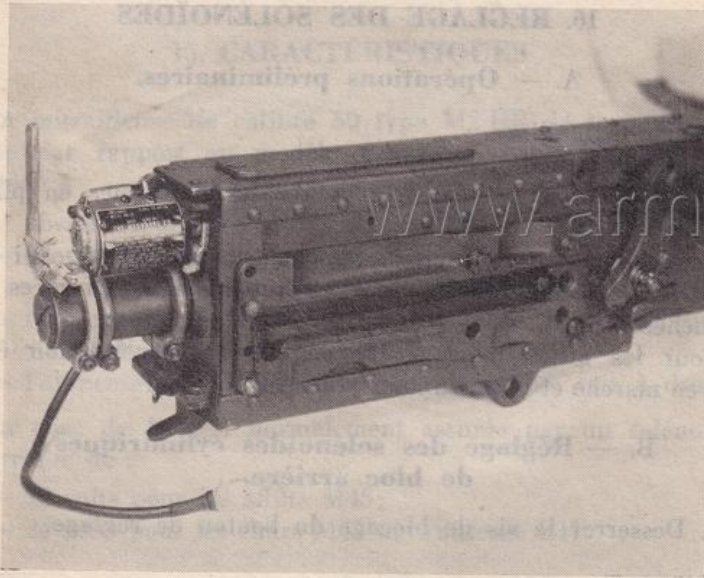

Figure 14. — Solénoïde cylindrique de bloc arrière type américain de 12 ou 24 V.
- par un solénoïde cylindrique de bloc arrière (fig. 14) type américain de 24 volts;
- solénoïde cylindrique de bloc arrière (fig. 14) type américain de 12 ou 24 volts;